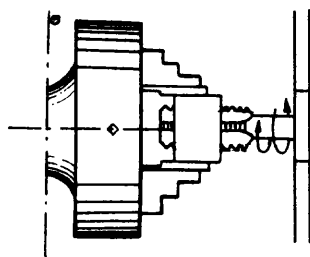

Fig. 4
- c Haga penetrar el macho girando el pasa-macho, por cada vuelta completa, gírelo media vuelta en sentido contrario, a fin de quebrar la viruta, lubricando frecuentemente (fig. 4).